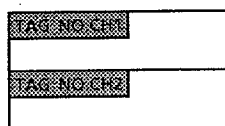

図4.3 タグナンバー
- (3) カード タグナンバーラベル (図4.3参照) 16枚
- (1) リレー入出力カード タグナンバーラベル (図4.3参照) 1枚/カード